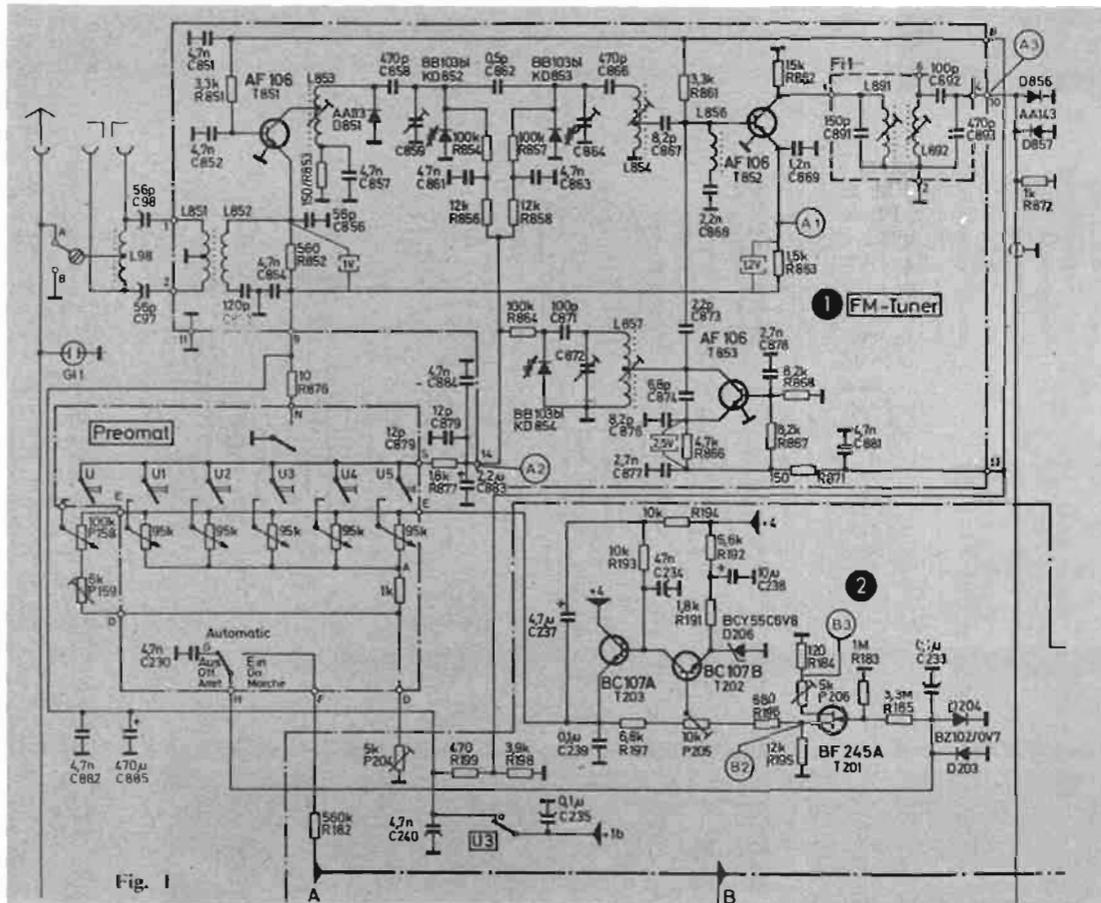

Fig. 1
**Récepteur (Fig. 1 et 2).** — En plus des circuits nécessaires au fonctionnement proprement dit, un grand nombre de circuits annexes sont installés, tels qu'amplificateur d'AFC, de CAG, amplificateur du signal du Smètre.